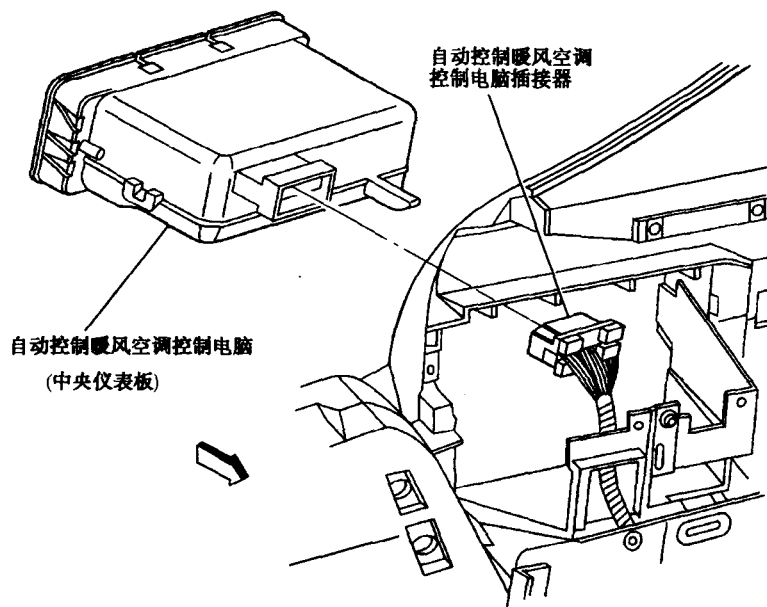
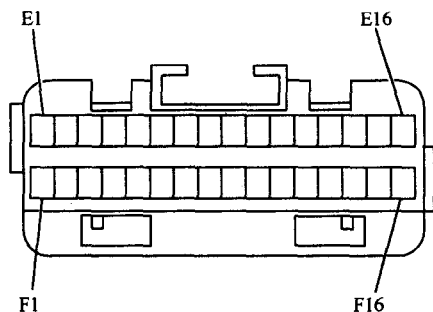

图 1-1-9 自动控制暖风空调系统控制电脑安装位置
图 1-1-10 自动控制暖风空调系统控制电脑针脚插接器
1. 自动控制暖风空调系统控制电脑安装位置及针脚识别 (图 1-1-9、图 1-1-10)